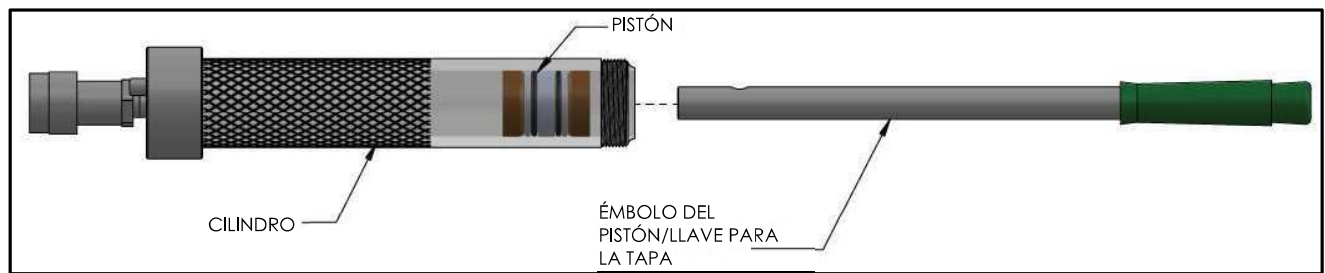

Figura 7
- 2.) Para insertar el sellador en un cilindro de sellador, cerciórese de que el pistón esté en el fondo del cilindro. La Figura 7 muestra cómo insertar el pistón. La bomba hidráulica conectada debe estar en la posición de liberación para permitir que el aceite fluya de vuelta a la bomba. El pistón quedó muy apretado. Podría ser necesario un martillo para introducir el pistón hasta el fondo. Si se perdiese el émbolo del pistón suministrado, se puede usar un trozo de tubo o mango de un martillo para regresar el pistón.